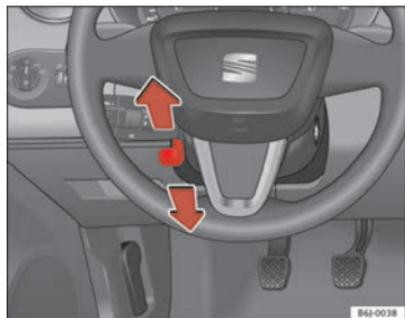

Abb. 93 Lenkradhöhen-einstellung
- Schwenken Sie den Hebel ⇒ Abb. 93 unter der Lenksäule nach unten ⇒ ⚠.
- Stellen Sie das Lenkrad in die gewünschte Position ein ⇒ Abb. 93.
- Stellen Sie den Fahrersitz bzw. das Lenkrad so ein, dass der Abstand zwischen Lenkrad und Brustbein mindestens 25 cm beträgt ⇒ Abb. 93. Wenn Sie den Mindestabstand nicht einhalten, kann Sie das Airbag-System nicht schützen – Lebensgefahr!